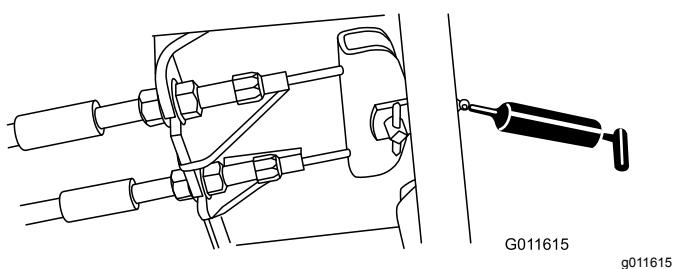

Figura 52
- Pedal do travão (1) (Figura 52)